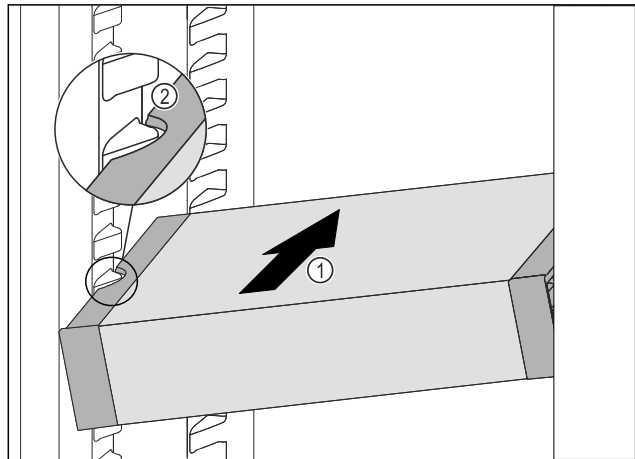

Fig. 54
- Inserire VarioSafe ad angolo nel vano frigorifero Fig. 54 (1) fino a quando le cavità laterali Fig. 54 (2) di VarioSafe non si trovano al livello della nervatura del contenitore nel vano frigorifero.